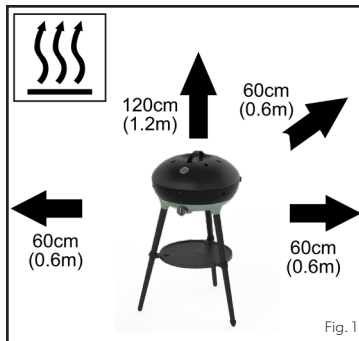

Fig. 1
- Zorg ervoor dat het toestel gebruikt wordt op afstand van brandbare materialen. Minimale veilige afstanden boven het toestel - 1,2m, aan de achterkant en zijkanalen - 0,6m. (fig.1)